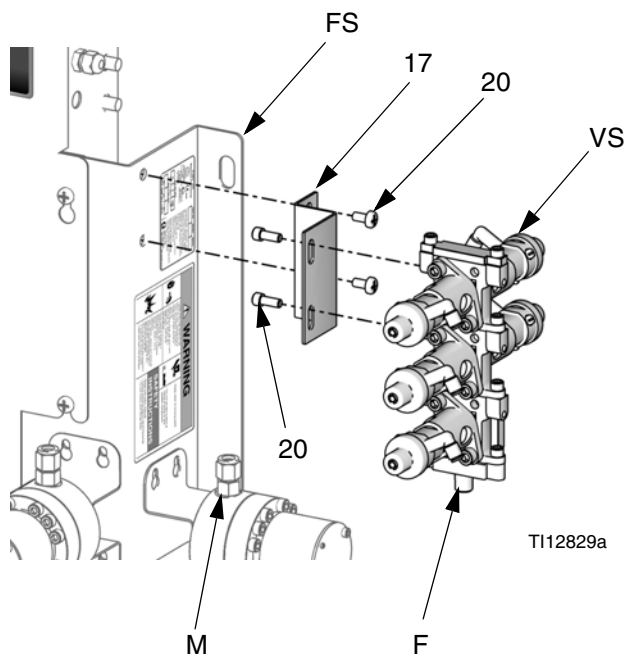

ABB. 4: Installieren der Ventilsätze
1. Installieren Sie die Halterung (17) an der Materialstation (FS) mit zwei Schrauben (20). Siehe Abb. 4.
2. Befestigen Sie den Farb- oder Katalysatorventilsatz (VS) mit zwei Schrauben (20) an der Halterung (17).
2. Schließen Sie den Schlauch (19) vom Verteilersatz-Materialausgang (F) an den Eingang des Durchflussmessers (M) an. ABB. 4.